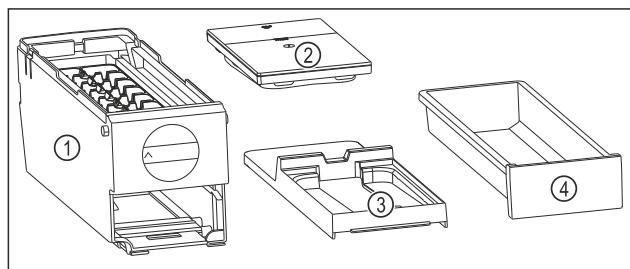

Fig. 133 Съставни части на EasyTwist-Ice
- ▷ EasyTwist-Ice е разглобен на четири части. (виж Fig. 133)
- ▶ Разглобявайте EasyTwist-Ice само на изображените съставни части. (виж Fig. 133)
- ▶ Почистете корпуса на EasyTwist-Ice Fig. 133 (1) като едно цяло.